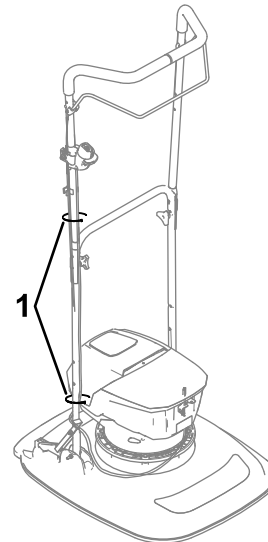

Figur 11
3. För in änden av förarnärvaroreglaget i handtaget, tryck lätt på det andra reglagebenet och för in reglaget i handtaget (Figur 11).